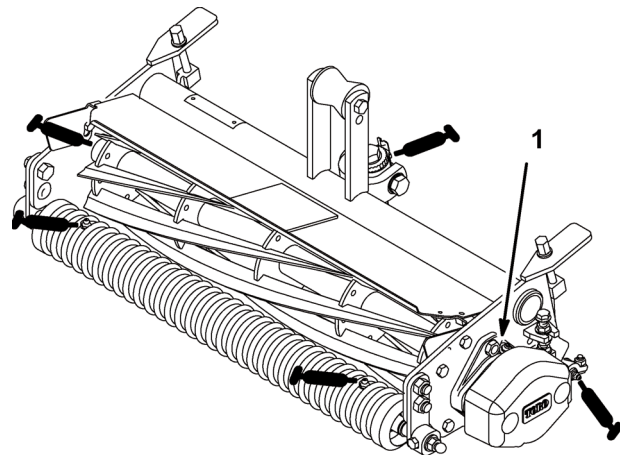

Bild 6
1. Die Schmiernippel und Mengen lassen sich an den folgenden Stellen vorfinden: Untermessergelenk (1), Spindellager (2) sowie vordere und hintere Walzen (je 2 St.) (Bild 6).